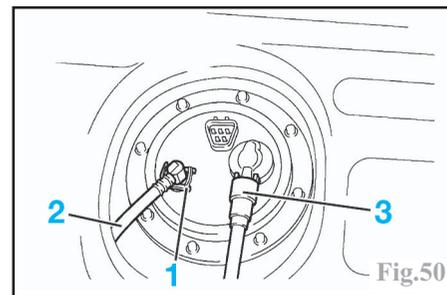

Fig.50
Déposer l'attache (1) du raccord de conduite de la plaque du dispositif d'aspiration de carburant (Fig.50).